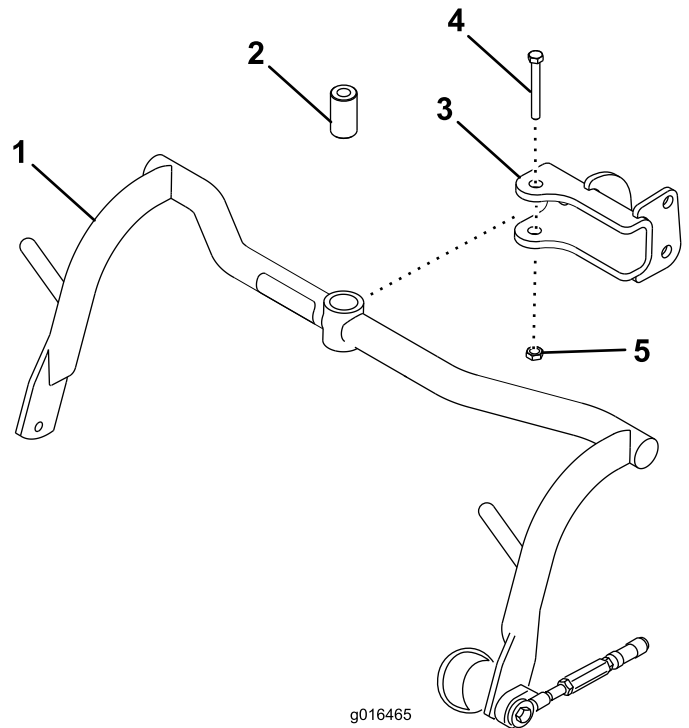

Figure 8
1. Montez un bâti porteur sur chaque chape avec une entretoise, un boulon (1/2 x 3-1/4 po) et un contre-écrou (1/2 po) (Figure 8). Serrez à un couple de 91 à 113 Nm.